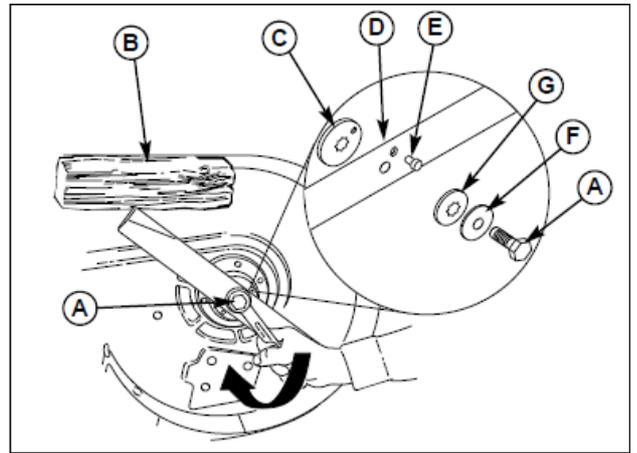
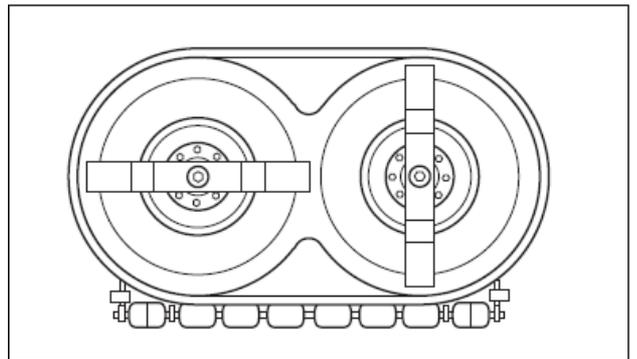

図 27 40”モアのブレード取り付け
図 28 ブレードタイミングの確認
**40” モア:** キャップスクリュー(図 27 の A)、スプリングワッシャ(F)、スプラインワッシャ(G)、アライメントピン(E)、ブレード(D)を外します。ブレードアダプタ(C)は外さないでください。
**40” モア:** 刃が図 28 のように互いのブレードに対して垂直であることを確認してください。異なっている場合、このセクション内の「ブレードタイミング」を行ってください。スプラインワッシャ(図 27 の G)、スプリングワッシャ(F)、キャップスクリュー(A)を取り付け木片(B)で固定してキャップスクリュー(A)を61-75N.mのトルクで締めます。
2. モアデッキをひっくり返して、ブレードの位置を確認してください。ブレードは、図 28 で示すように互いのブレードに対して垂直となっていないかもしれません。異なっている場合、ステップ 3 に進行してください。
3. 木片(図 27 の B)をブレードの固定用として用いキャップスクリュを緩めます。
4. キャップスクリュ(図 27 の A)、スプリングワッシャ(F)、スプラインワッシャ(G)を外します。
5. アライメントピン(図 27 の A)を外します。ブレード(D)を手で回して図 28 のように直角となるようにします。この場合、ブレードアダプタ(C)を外して回してブレードホールに合わせます。
6. アライメントピン(E)、スプラインワッシャ(G)、スプリングワッシャ(F)、キャップスクリュ(A)を取り付けます。木片(図 27 の B)を用いてブレードを固定してキャップスクリュ(A)を 61-75N.m.のトルクで締めます。